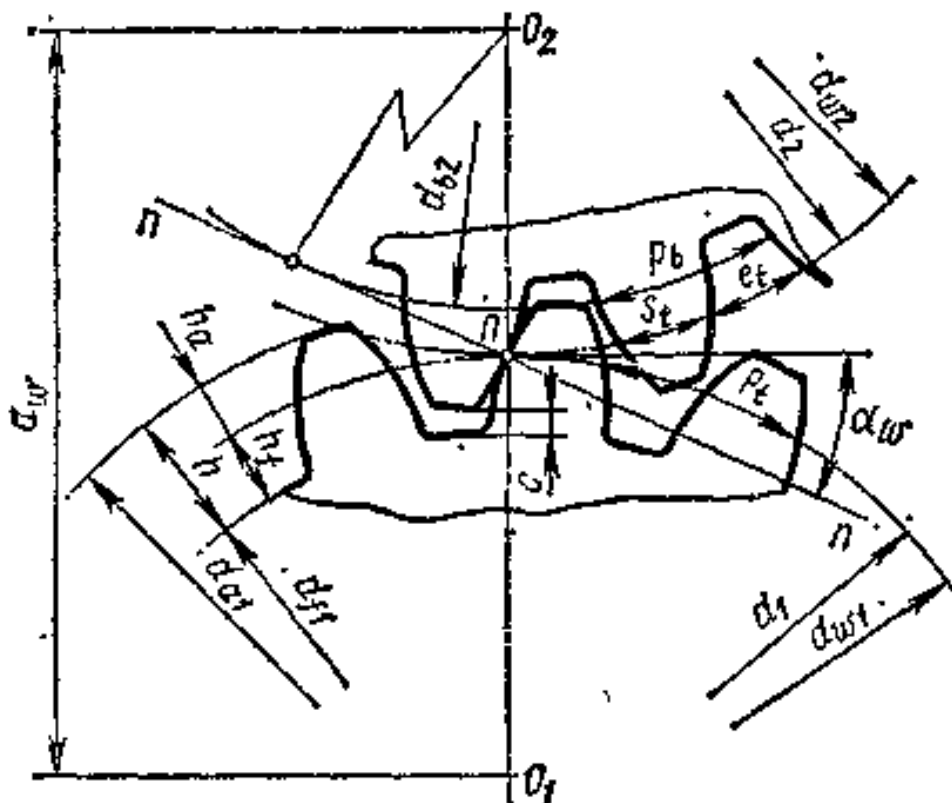

Рисунок 7 – Геометрические параметры зубчатого зацепления
4.7.4. Высота головки зуба (рис. 7)  $h_a = m_n$
4.7.5. Высота ножки зуба (рис. 7)  $h_f = 1,25m_n$
4.7.6. Высота зуба (рис. 7)
4.7.7. Делительный диаметр (рис. 7)